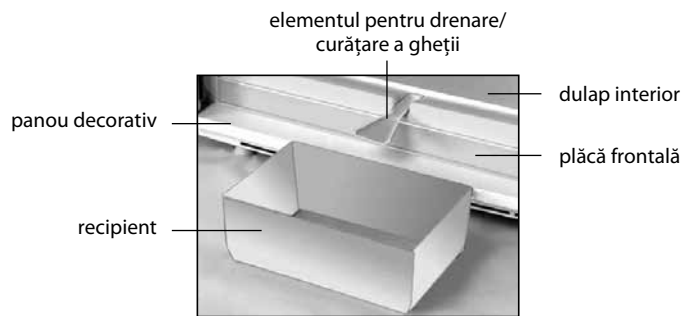

Figura 5 – Recoltarea apei provenite
- să îndepărtați apa rezultată în urma topirii, instalând în conformitate cu figura 5 elementul de masă plastică pentru drenare / pentru curățare a gheții și orice vas recipient cu volumul nu mai puțin de 2 l;
**SEINTERZICE** să deconectați congelatorul fără utilizarea elementului pentru drenare instalat în conformitate cu figura 5. Apa rezultată în urma topirii care se scurge din cameră afară de elementul pentru drenare,
pătrunzând în locul de alăturare a plăcii frontale la dulapul interior în conformitate cu figura 5, poate provoca corozivitatea dulapului exterior al congelatorului și a elementelor agregatului frigorific, defectarea izolației termice, formarea crăpăturilor dulapului interior și defectarea dulapului congelatorului.